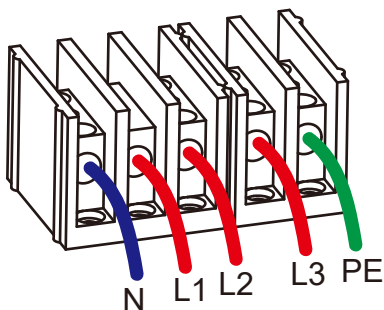
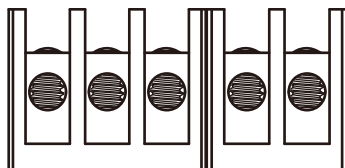

Рис. 5.9 Кабель змінного струму, підключений до терміналу
Рис. 5.10 Затягування з'єднувального кабелю змінного струму
- 2) Підключіть кабель через розподільну коробку, водонепроникну оболонку і вставте в клему (н Рис. 5.9 показано режим підключення трьох фазних ліній, підключених до розподільної коробки, дріт заземлення прикручений до корпусу інвертора), і за допомогою шестигранної викрутки притисніть джгут проводів до з'єднувальної клеми, як показано на Рис. 5.10.